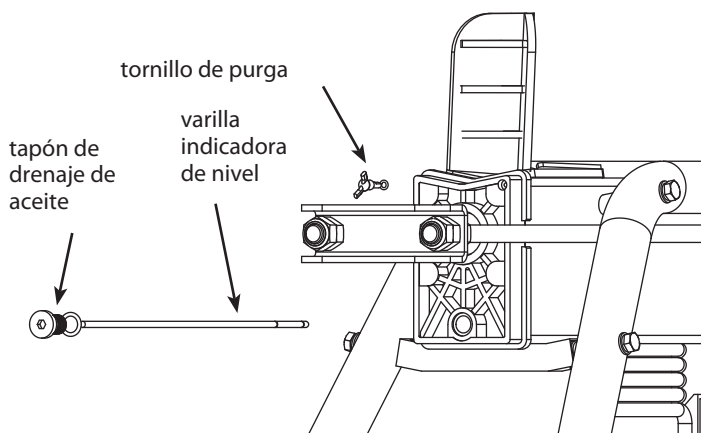

Figura 2
**ANTES DE OPERAR EL PARTIDOR DE LEÑA, SE DEBE SOLTAR EL TORNILLO DE PURGA 3 A 4 VUELTAS, DE MODO QUE EL AIRE PUEDA ENTRAR Y SALIR DEL TANQUE DE ACEITE SIN PROBLEMAS. EL FLUJO DE AIRE A TRAVÉS DEL ORIFICIO DEL TORNILLO DE PURGA DEBE SER DETECTABLE DURANTE LA OPERACIÓN DEL PARTIDOR DE LEÑA. ANTES DE MOVER EL PARTIDOR DE LEÑA, ASEGÚRESE DE APRETAR EL TORNILLO DE PURGA PARA EVITAR LAS FUGAS DE ACEITE DESDE ESTE PUNTO. (CONSULTE LA FIGURA 2)**